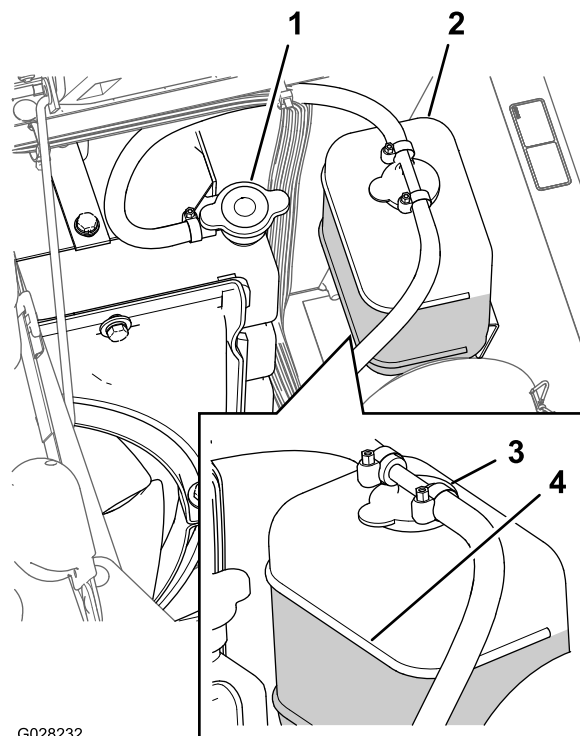

Рисунок 86
3. Осторожно снимите крышку радиатора и крышку расширительного бачка (Рисунок 86).
Примечание: Радиатор должен быть заполнен до верха заливной горловины, а расширительный бачок должен быть заполнен до отметки Full (Полный) на бачке (Рисунок 86).
5. Если уровень охлаждающей жидкости низкий, снимите крышку расширительного бачка и крышку радиатора, долейте жидкость в расширительный бачок до отметки Full (Полный) и в радиатор до верха заливной горловины (Рисунок 86).
6. Установите крышку радиатора и крышку расширительного бачка (Рисунок 86).
2. Подождите, когда двигатель остынет, затем снимите крышку радиатора (**Рисунок 86**).
6. Снимите крышку радиатора (**Рисунок 86**).
8. Запустите двигатель с незатянутой крышкой на радиаторе (**Рисунок 86**).
10. После прогрева охлаждающей жидкости доведите уровень охлаждающей жидкости до уплотнительной поверхности и затяните крышку (**Рисунок 86**).
11. Откройте крышку расширительного бачка и заполните бачок охлаждающей жидкостью до уровня Cold (Холодный) (**Рисунок 86**).